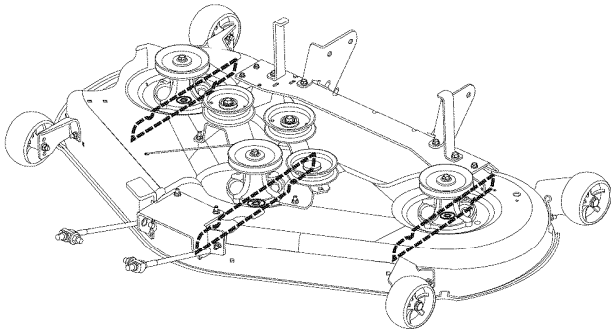

Figura 42. Orientar las Aspas de Adelante hacia Atrás
1. Gire las cuchillas frontoposteriormente según se muestra en la Figura 42. Mida la distancia desde el suelo hasta la punta frontal de la cuchilla central, y desde el suelo hasta las puntas posteriores de las cuchillas izquierda y derecha (Figura 42). Las puntas frontales deberán ser entre 3 y 6 mm (1/8 pulg. y 1/4 pulg.) más altas que las puntas posteriores. Si no es así, proceda con el paso 2.